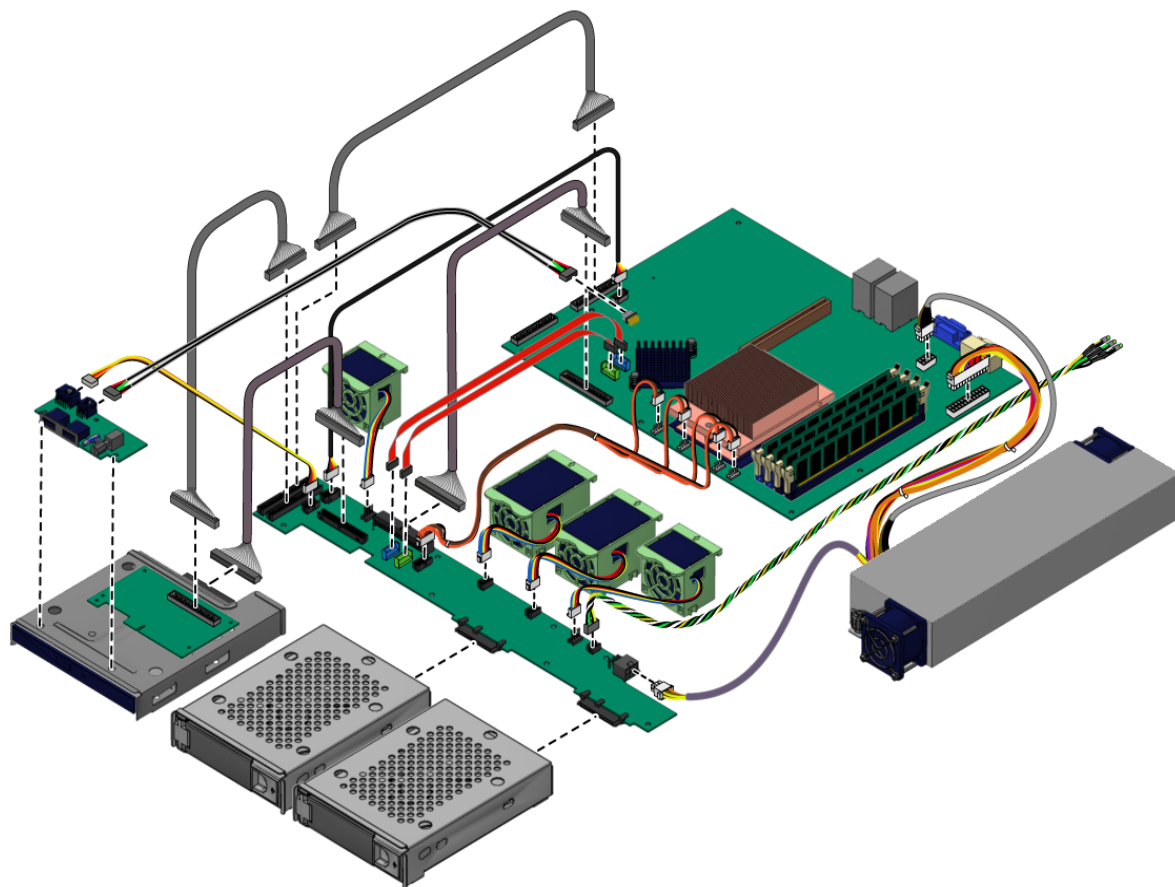

ABBILDUNG 4-38 Kabelverlauf innerhalb des Servers
4. Vergewissern Sie sich, dass alle Kabel richtig verlegt sind und alle Kabelstecker fest in den entsprechenden Buchsen sitzen, bevor Sie die linke Gehäusewand wieder einsetzen. Siehe ABBILDUNG 4-38.